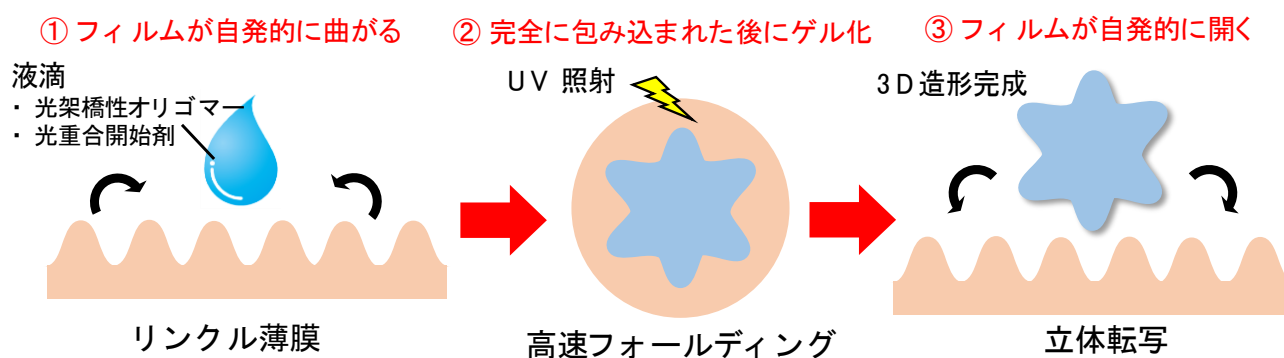

図 2：フォールディング型立体造形の作製工程イメージ図(横から見た場合)。包んで開けば出来上がりの高速 3D 造形技術!
今回、ストライプ状リンクルフィルムに光架橋性オリゴマーと光重合開始剤を含んだ液滴を滴下します。すると、瞬時にフィルムが屈曲して液滴を包み込みます(図2:①)。次にUV光を照射し、内包液体を固化(ゲル化)させます。このゲル化と同時に、リンクル構造が内包体表面へ精密に「立体転写」されます(図2:②)。
最後に水につけるとフィルムは自発的に剥離して造形体を得ることができます(図 2:③)。液滴に温度応答性を有するオリゴマーを用いれば、膨潤-収縮挙動を利用することにより、水につけることなく乾燥下でも折りたたまれたフィルムを自発剥離することが可能となります。このように、全行程をハンズフリーで操作可能であり、フィルムのカット形状やリンクル方向に依存して様々な多面体を高速・自動形成できることが本技術の大きな特徴です。